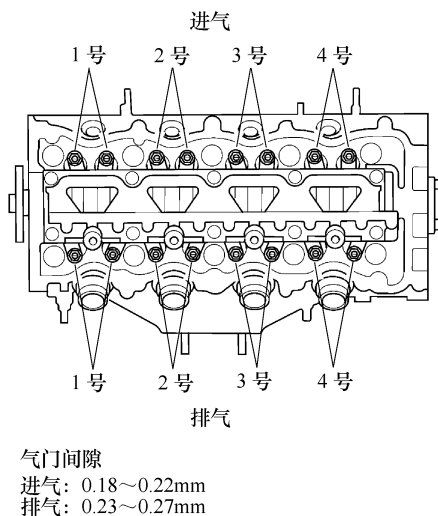

图 2-60 检查气门间隙
3) 对于进行检查的气门，选择厚度合适的塞尺，见图 2-60。